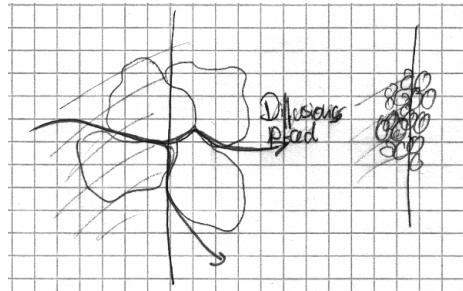

Abbildung 14: Schichtstruktur
- gut strukturierbar (Bild 14) (bei feineren Körnern leichter zu teilen)